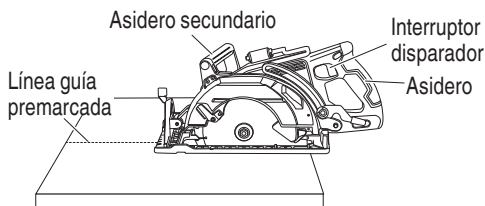

Fig. 29
- (3) Cerciérese de que el interruptor esté en la posición ON antes de que la hoja de sierra entre en contacto con la madera. El interruptor se enciende cuando se aprieta el interruptor disparador, y se apaga cuando se suelta el interruptor disparador. Si mueve la sierra recta a velocidad constante, podrá realizar el corte óptimo. (Fig. 29)